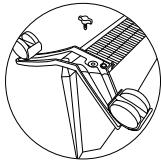

Fig. 5
- Siguroni shasinë duke përdorur një shtojcë të veçantë, e cila ndodhet në paketim (Fig. 5).